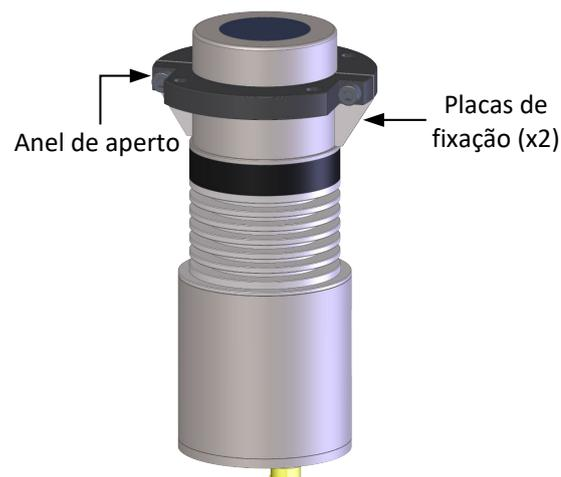

Figura 23: Anel de aperto (montado à face)
3. Certifique-se de que as placas espaçadoras estão a tocar no topo do sensor. Aperte os parafusos do anel de aperto para fixar o anel no lugar (Figura 23).